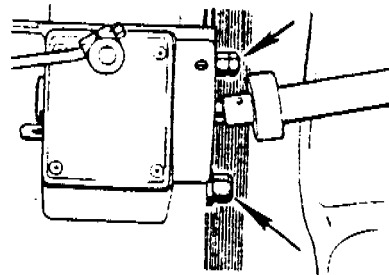
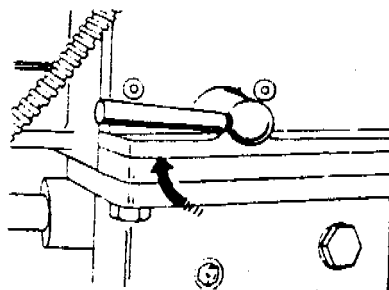

Figura 6
Figura 7
- c. Bloquee la consola ( Figura 6 ) y el carro transversal ( Figura 7 ).